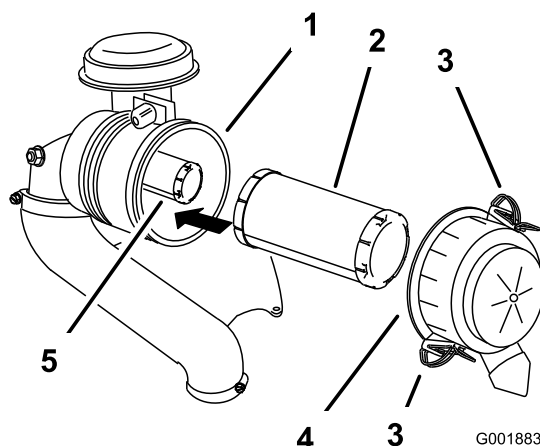

Figure 40
3. Déverrouillez le filtre à air et détachez le couvercle du boîtier du filtre (Figure 40).
5. Sortez le préfiltre du boîtier du filtre avec précaution (Figure 40).
2. Si vous remplacez l'élément interne, insérez-le avec précaution dans le boîtier du filtre (Figure 40).
3. Glissez ensuite le préfiltre sur l'élément de sécurité avec précaution (Figure 40).
4. Remettez en place et verrouillez le couvercle du filtre à air (Figure 40).